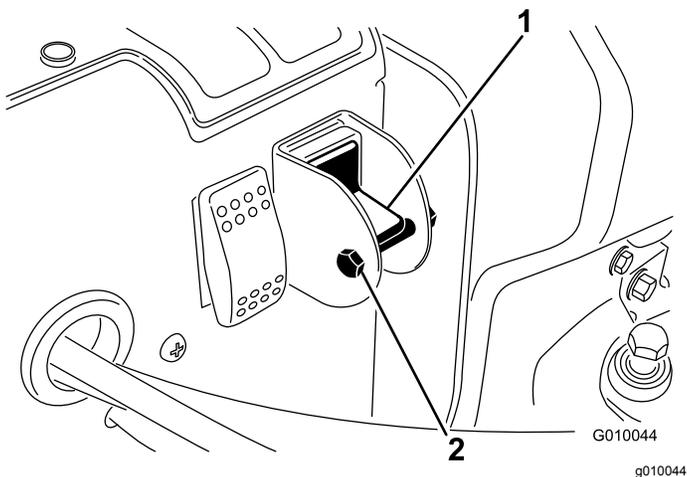

Figura 30
4. Retire o parafuso e a porca de bloqueio do dispositivo seletor (Figura 30).